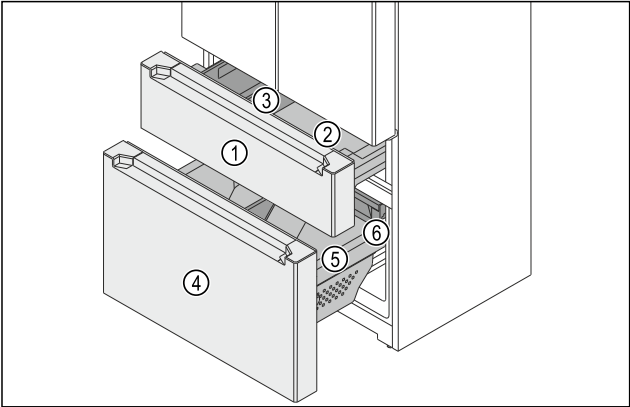

Fig. 149 冷冻区拉出式滑架
- (1) 上层拉出式滑架
- (2) 容器
- (3) FlexBox
- (4) 下层拉出式滑架
- (5) 容器
- (6) 抽屉
冷冻区包括两个拉出式滑架。在上层拉出式滑架 Fig. 149 (1) 中有一个容器 Fig. 149 (2) 和一个 FlexBox Fig. 149 (3)。在下层拉出式滑架 Fig. 149 (4) 中有一个大容器 Fig. 149 (5) 和一个抽屉 Fig. 149 (6)。您可以取出上下层拉出式滑架中的容器进行清洁。